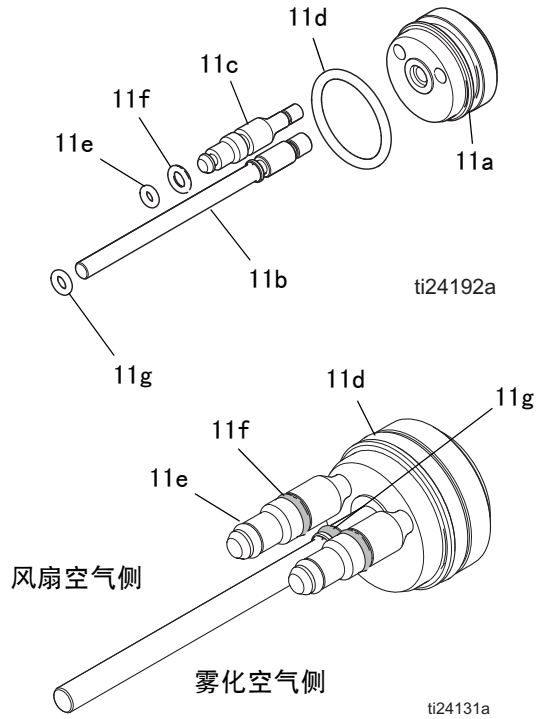

图 32. 活塞 O 形圈
6. 检查 O 形圈（11d、11e、11f、11g）是否损坏。请参见表 3 和图 32。